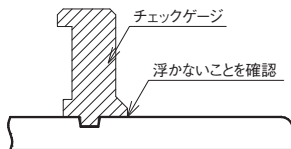

図82 溝深さの確認
(4) 加工完了後、所定の寸法になっていることをGX形専用のチェックゲージおよびメジャーを用いて下記の方法で確認する。
- ① チェックゲージを加工後の溝に入れて、挿し口全周に亘って浮かないことを確認する (図82)。チェックゲージが浮く場合、溝が浅いので再度溝切加工を行う。